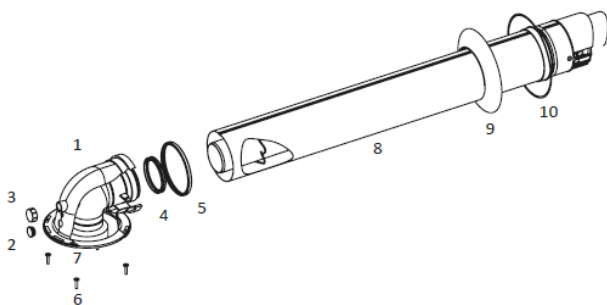

Рисунок 5
- Герметичный дымоходный комплект поставляется в отдельной картонной коробке от прибора. Стандартный комплект герметичных дымоходов (\varnothing 60/100) состоит из следующих частей. (Рисунок 5)